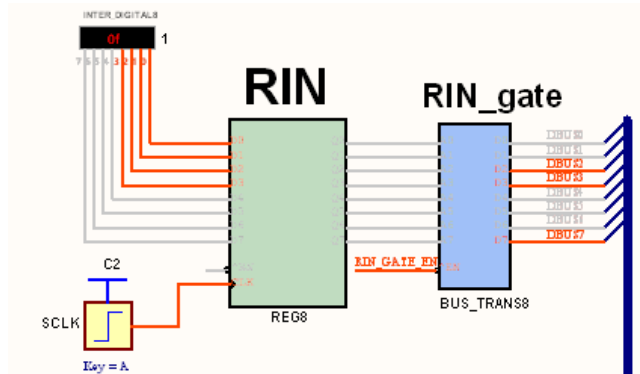

图 2-5: RIN 输出的值为 0
9. 选中 RIN 左侧的八位交互式数字信号，在属性栏中将数字信号值修改为 0f，如下图 2-5 所示。